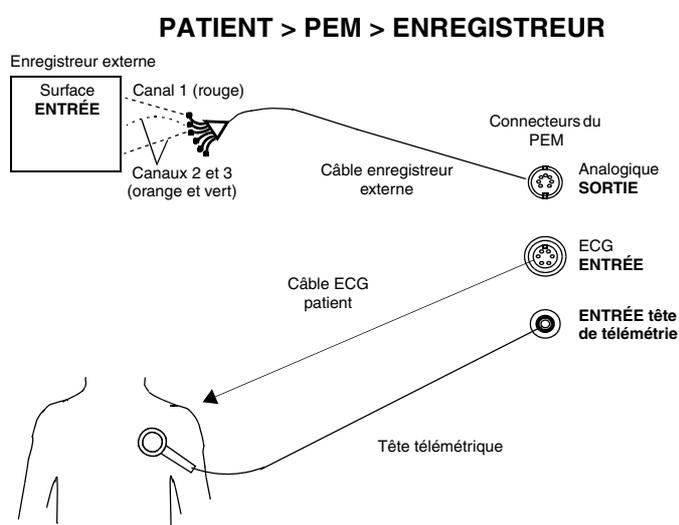

Figure B-4. Le PEM reçoit le signal de surface via le câble patient puis envoie les canaux de surface et télémétrés à l'enregistreur sur bande externe.
- Patient vers PEM vers enregistreur externe (Figure B-4 page B-4)
Pour afficher un tracé sur le PEM et sur un enregistreur externe à l'aide du câble ECG patient, installer l'appareillage comme indiqué sur la Figure B-4.